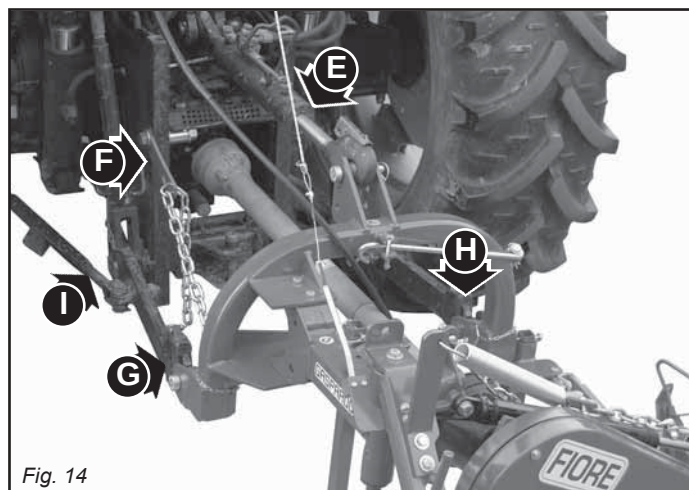
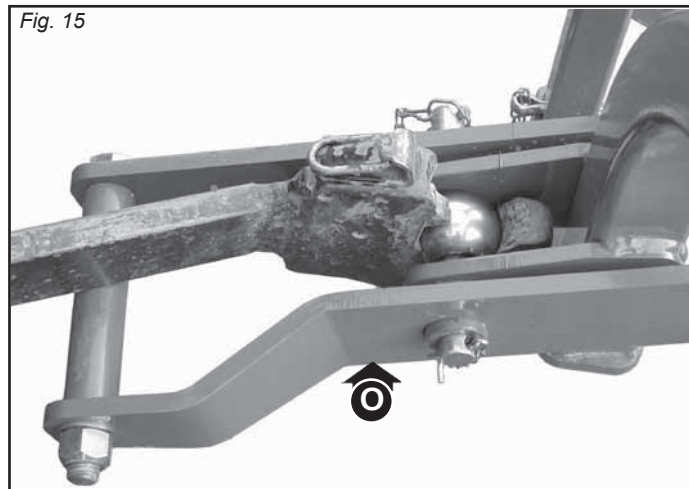

Fig. 14
Fig. 15
- 1 - Prindeți barele elevatorului în bolțurile prevăzute (G și H, Fig. 14). Brațul de ridicare (O, Fig. 15) trebuie să fie poziționat sub brațul tractorului. Blocați cu știfturile de siguranță.
- 2 - Cuplați al treilea punct superior și efectuați o reglare corectă cu tirantul de reglare (E, Fig. 14). Plăcuța (F, Fig. 14) trebuie poziționată în stânga tirantului, solidară pe același știft. Apoi știftul trebuie blocat cu siguranța corespunzătoare.
- 3 - Prin intermediul tiranților corespunzători (I, Fig. 14) blocați barele paralel cu tractorul. Acest lucru trebuie efectuat, pentru a evita orice deplasare, în sens orizontal a cositorii.